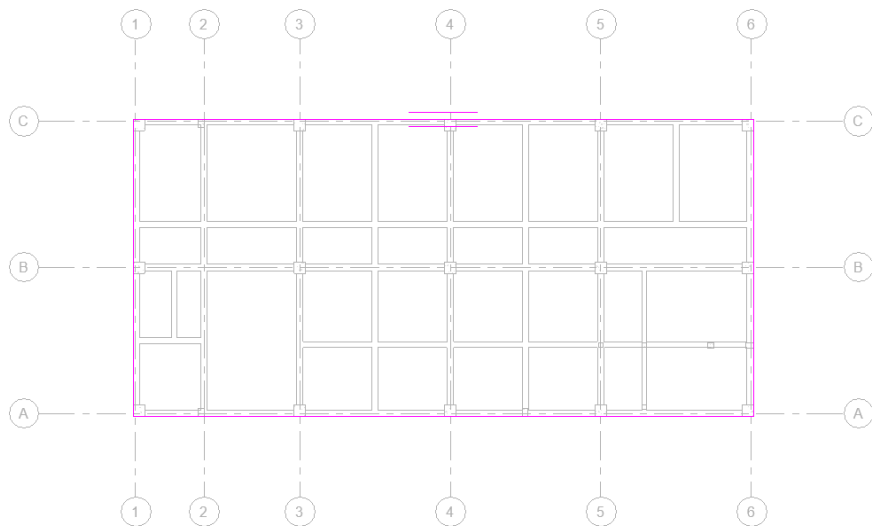

图 15-62 绘制边界线
(6) 单击“绘制”面板中的“边界线”按钮和“矩形”按钮, 创建边界线, 如图 15-62 所示。